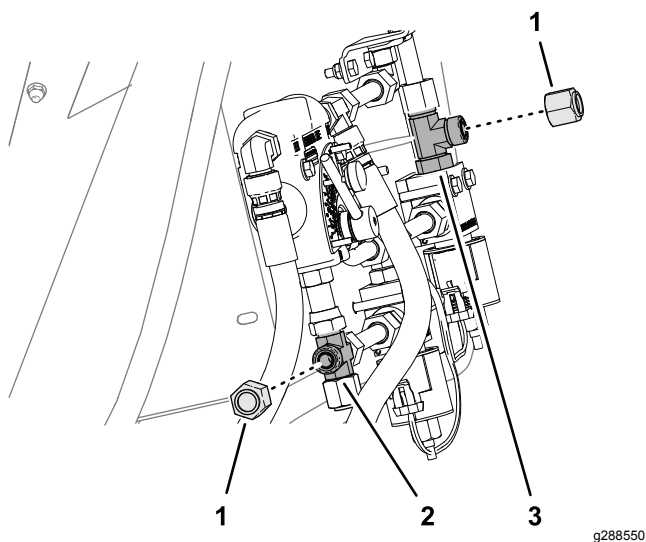

Рисунок 18
1. На опоре крепления клапана снимите крышки с тройника и крестообразного штуцера, как показано на Рисунок 18.